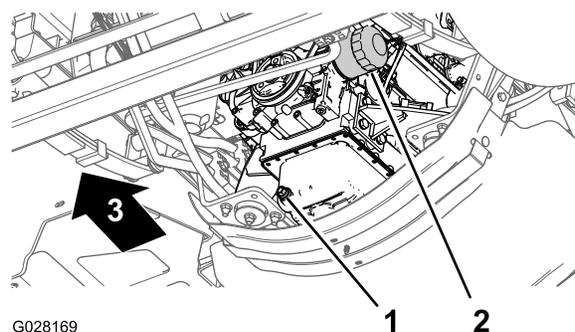

Figura 51
3. Alinhe um recipiente de escoamento debaixo do filtro de óleo do motor (Figura 51).
4. Retire o filtro de óleo antigo (Figura 51).
8. Instale um filtro do óleo no adaptador do filtro, rode o filtro de óleo no sentido horário até que a junta de borracha entre em contacto com o adaptador do filtro; em seguida, aperte o filtro mais 1/2 de volta (Figura 51).
1. Alinhe um recipiente de escoamento com uma capacidade de 5,6 l ou mais com o tampão de escoamento (Figura 51).
2. Retire o tampão de escoamento (Figura 51) e deixe o óleo escoar completamente.